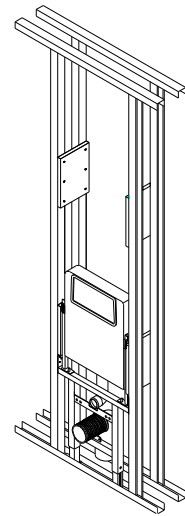

Abb. 4
- Den UP-Spülkasten samt Halter wieder auf das Grundgestell aufsetzen und festschrauben (Abb. 4). Die mitgelieferten Klemmlaschen zwischen Spülkasten und Spülkastenhalter einsetzen.